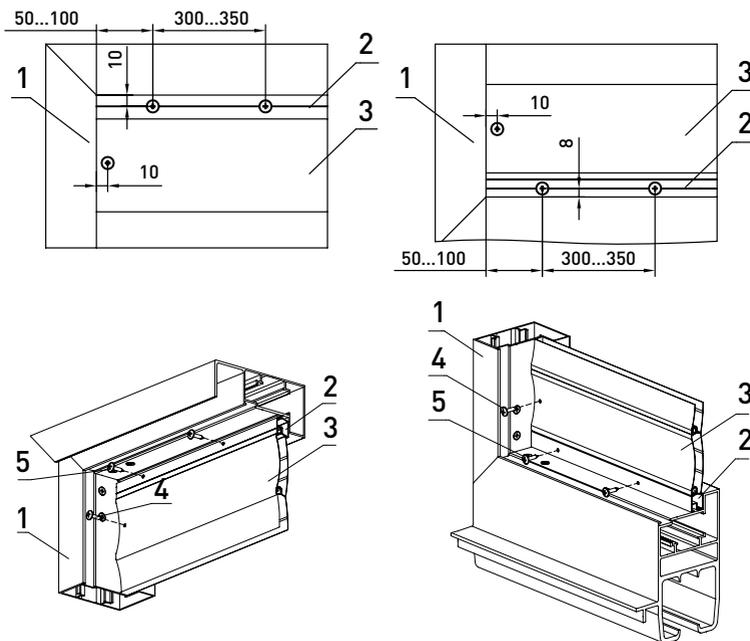

Рис. 18. Установка заполнения:
- Произвести разметку под сверление отверстий для крепления полотна заполнения в соответствии с *рис. 18*. При этом отверстия для крепления: